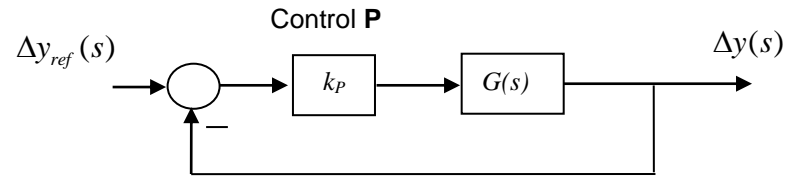

Figura 3: Control Proporcional
- l. Se implementa un control por realimentación de salida del tipo P (Proporcional) para el modelo incremental lineal de los apartados f. y g., como se indica en la Figura 3.
Determine el rango de valores de la constante k_p que asegura que el sistema en lazo cerrado de la Figura 3 sea BIBO estable.
- m.** Implemente en Simulink el sistema en lazo cerrado de Figura 3, para un valor $k_p = 1000$. Realice la simulación del modelo para una entrada escalón de amplitud 0.2 en $\Delta y_{ref}(t)$.